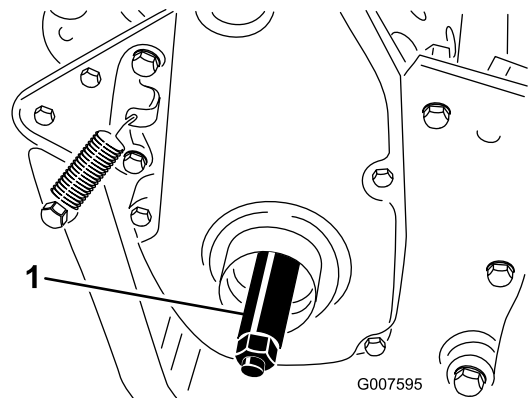

図 8
3. 右側ホイールシャフトを機体の右側にある駆動プーリのネジ穴にねじ込む（図 8）。